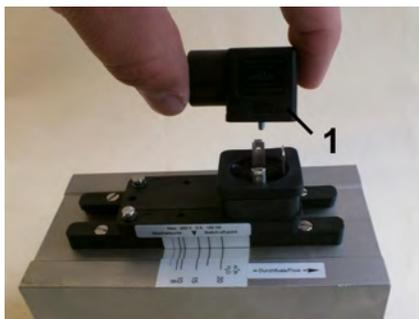

Abb. 46: Steckerdose abziehen
2. ➤ Steckerdose mit dazugehöriger Dichtung (Abb. 46/1) nach oben abziehen